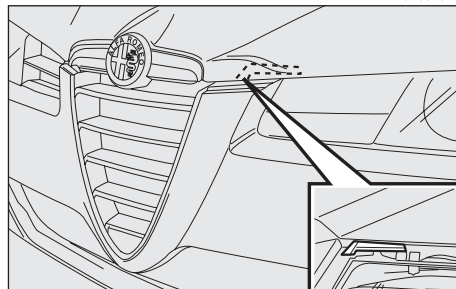

fig. 161
- Appuyer vers le haut le levier (**fig. 161**) du dispositif de sécurité.